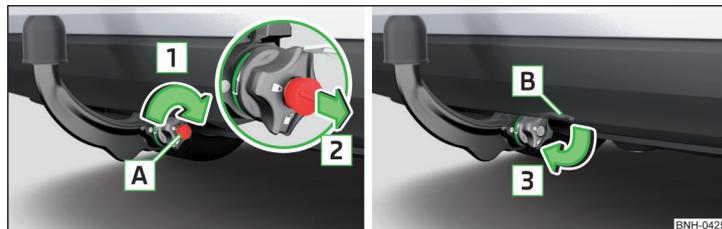

Fig. 134 Verrouillez la serrure et retirez la clé / placez le cache sur la serrure
- Tournez la clé **A** dans le sens de la flèche **1**, de sorte que la flèche sur la clé montre le symbole  $\hat{=}$  » fig. 134.